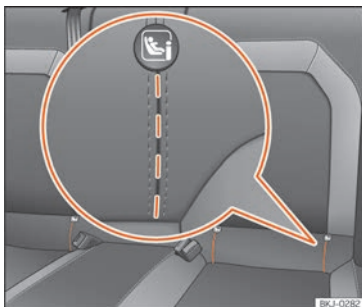

Abb. 24 Rücksitz: eingeprägte Schlitz für Zugriff auf die ISOFIX/i-Size-Halteösen.
bestimmten Fahrzeugen sind die Halteösen am Sitzgerüst, bei anderen am Ladeboden befestigt. Die „ISOFIX“-Halteösen befinden sich zwischen der Rücksitzlehne und der Rücksitzbank »» **Abb. 24**. Die Top Tether*-Halteösen befinden sich im hinteren Bereich
- Öffnen Sie vorab per Hand den eingepprägten Bereich hinter den markierten Schlitten, um an die Halteösen zu gelangen »» **Abb. 24**.